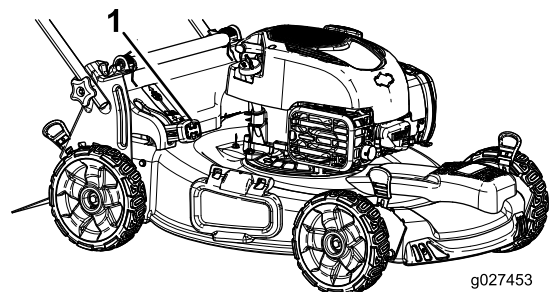

Figure 18
- **Pour ramasser les déchets d'herbe et de feuilles**, appuyez sur le bouton du levier de ramassage sur demande et déplacez le levier complètement en avant jusqu'à ce que le bouton ressorte (Figure 18).